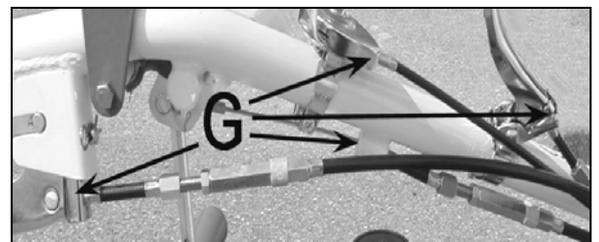

Figura 17
- Lubrificare i punti indicati (G, figura 17) con olio fluido.